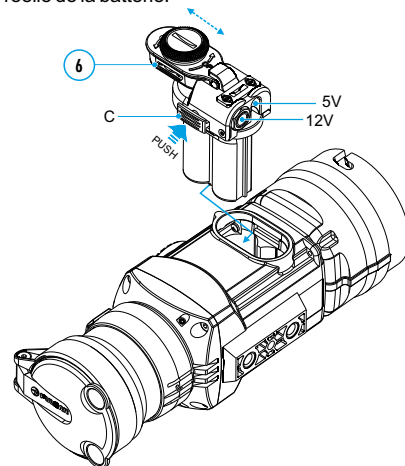

Fig. 3
- Installez l'adaptateur d'alimentation externe dans le compartiment à piles du monoculaire (**voir Fig. 3**). Assurez-vous que les loquets de l'adaptateur (C) sont encliquetés des deux côtés.
- Fixez le couvercle (6) sur l'adaptateur (**voir Fig. 3**).
- Connectez votre power bank sur le port USB (5V) ou votre batterie EPS3I/SPE5 à la prise d'alimentation externe (12V). Allumez l'appareil avec une pression courte sur le bouton «ON/OFF» (9).